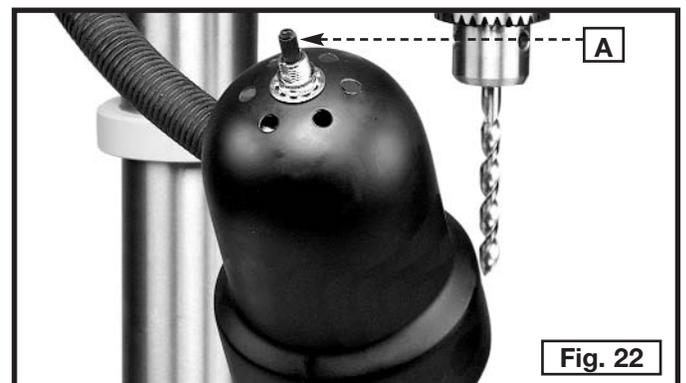

Fig. 22
La lámpara flexible funciona independientemente de la taladro. Para encender y apagar la lámpara, gire el interruptor (A) Fig. 22.